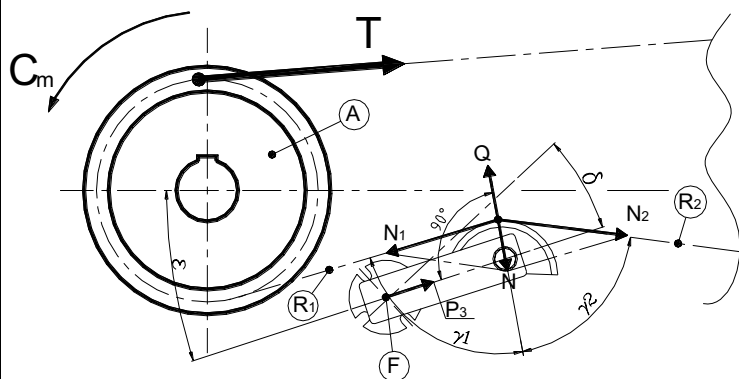

Fig 6
① Un tenditore sprigiona una forza Q (fig 6) perpendicolare al braccio di rotazione che per reazione è equilibrata dalla catena con la forza N che si ripartisce con le forze di trazione N1 e N2 sui rami in entrata e uscita dal tendicatena rispettivamente R1 e R2. Quando si posiziona un tendicatena bisogna far attenzione che le forze Q e N siano il più possibile sulla medesima direttrice in modo che non si sviluppino delle componenti tangenziali che vadano a scaricarsi sul fulcro. Anche se, entro certi limiti, queste indesiderate forze tangenziali sono annullate dalla forza di compressione assiale P3 della gomma. Il posizionamento del tenditore, quindi, dipende dall'angolo δ, ovvero l'angolo di lavoro dell'elemento elastico, e dall'angolo ε, ovvero l'angolo di posizionamento rispetto alla trasmissione, tali che gli angoli γ1 e γ2 siano il più possibile uguali.
GB A tightener releases a force Q (fig 6) perpendicular to the rotation arm which by reaction is balanced by the chain with the force N which is distributed with the traction forces N1 and N2 on the sections entering and leaving the chain tightener, respectively R1 and R2. When positioning a chain tightener, you must ensure that the forces Q and N are as much as possible on the same line so that there is no formation of tangential components which would be discharged on the fulcrum. Even though, within certain limits, these undesired tangential forces are cancelled by the axial compression force P3 of the rubber. The positioning of the tightener therefore depends on the angle δ, that is the working angle of the elastic element, and on the angle ε, that is the positioning angle with respect to the transmission, so that the angles γ1 and γ2 are equal as much as possible.
D Ein Spanner setzt senkrecht zum Dreharm die Kraft Q frei (Abb. 6), welche durch Reaktion von der Kette mit der Kraft N ausgeglichen wird. Die Kraft N wiederum teilt sich in die Zugkräfte N1 und N2 am Kettenarm R1 und R2 am Eingang bzw. am Ausgang vom Kettenspanner auf. Wenn ein Kettenspanner positioniert wird, muss darauf geachtet werden, dass die Kräfte Q und N so weit wie möglich auf der gleichen Linie liegen, damit keine Tangentialkomponenten entstehen, die den Schwenkpunkt belasten. Auch wenn diese unerwünschten Tangentialkräfte bis zu einem gewissen Punkt von der axialen Kompressionskraft P3 ausgeglichen werden. Die Positionierung vom Spanner hängt deshalb vom Winkel δ ab, also vom Arbeitswinkel vom elastischen Element, und vom Winkel ε, dem Winkel, in dem der Spanner bezogen auf den Antrieb positioniert wird. Dabei sollten die Winkel γ1 und γ2 möglichst gleich groß sein.